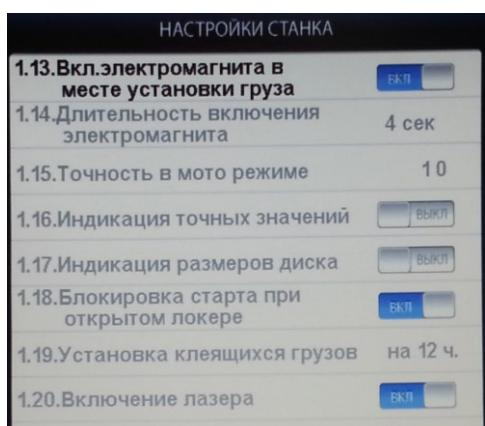

Рис.17.4.
17.12. Вторая страница настроек ( рис.17.4.). Переключение страниц осуществляется кнопкой 5.